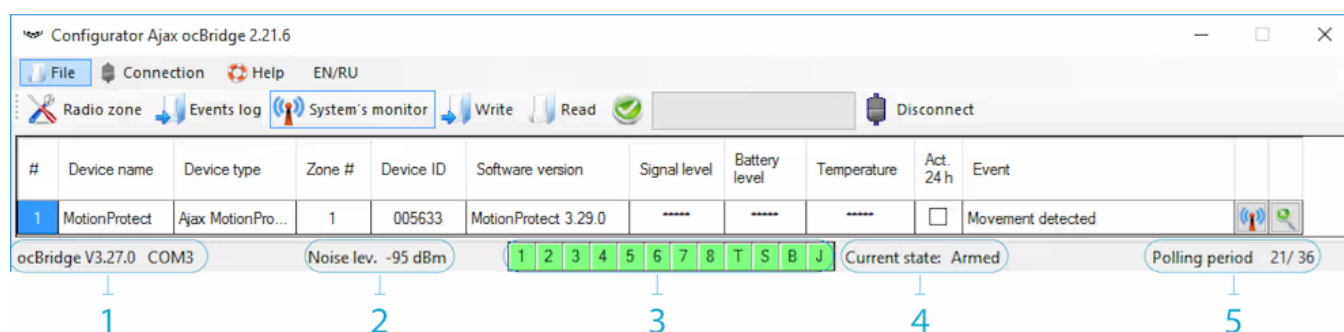

Figura 15. I sensori collegati stanno entrando in modalità di operativa
7. La schermata “**System monitor**” è dedicata al controllo dello stato dei sensori e alla misurazione della loro connessione via radio. Lo stato corrente di ciascun sensore è rappresentato dal colore del suo sfondo (Figura 15):